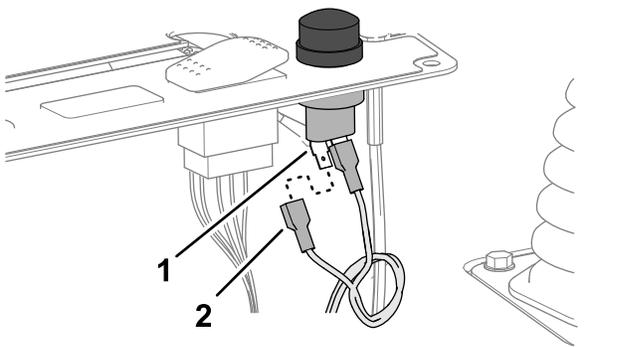

Figura 18
4. Collegate i 2 terminali del cablaggio preassemblato con l'etichetta HORN SWITCH (interruttore avvisatore acustico) ai terminali dell'interruttore avvisatore acustico (Figura 18).